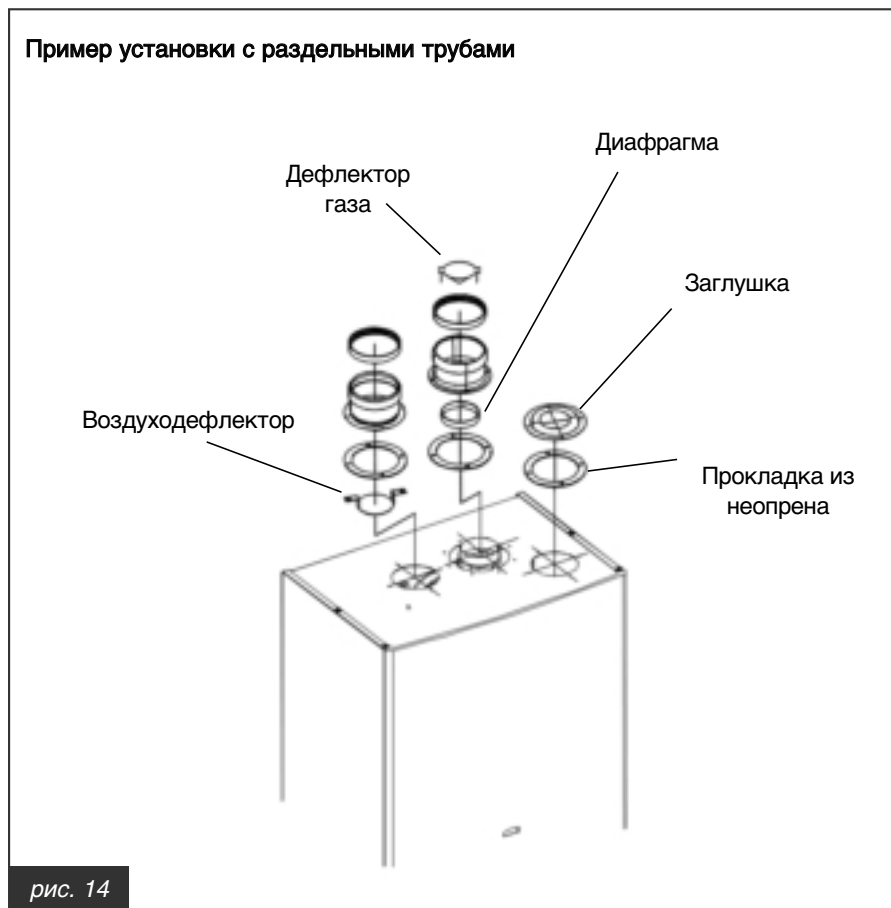

рис. 14
3.2.9 Отвод газов и воздухозабор через раздельные трубы диаметром 80 мм (рис. 14–15)
Использование диафрагм, поставляемых в комплекте с котлом (рис. 14)